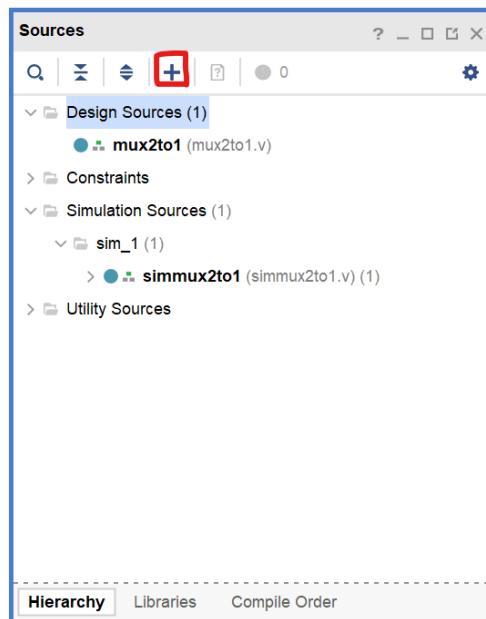
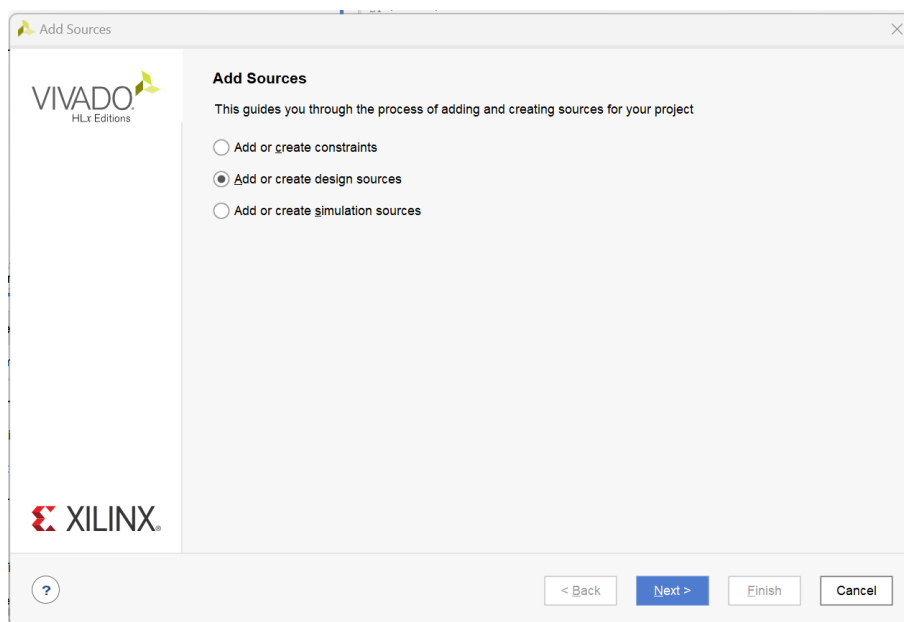

图 4.4.1 创建源文件
图 4.4.2 Add or create design sources
- (1) 建立 Verilog PC 源文件。点击“+”号（图 4.4.1），选择“Add or create design sources”（图 4.4.2）。